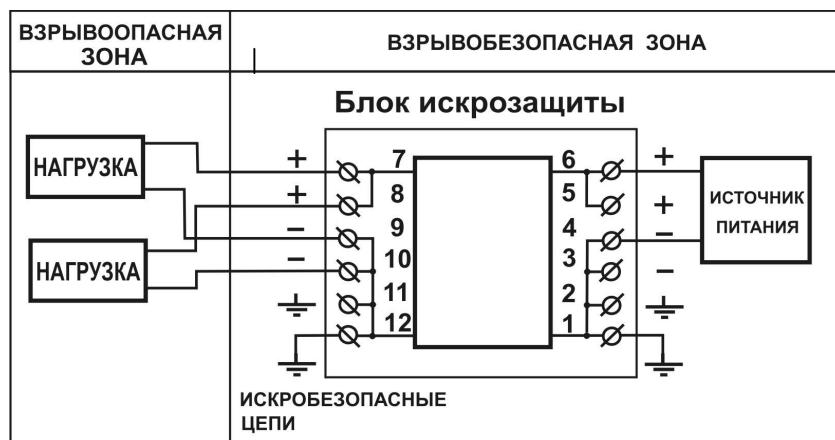

Рисунок 2
- произвести монтаж блока, подсоединив выводы питания и нагрузки к соответствующим клеммам в соответствии с типовой схемой подключения (рисунок 2 приложения).
9.1.1 Подать на вход блока напряжение питания 12 В (24 В) – клеммы 3.5 или 4.6, рисунок 2 приложения.